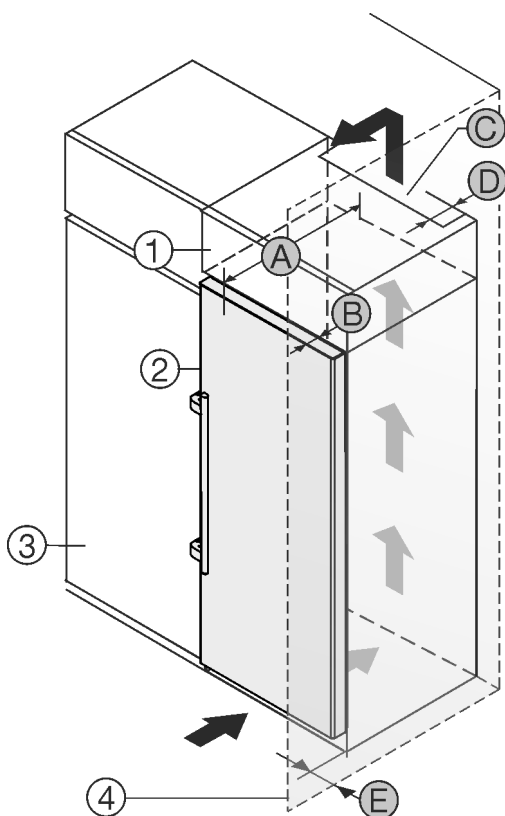

Fig. 2
Можете да поставите уреда непосредствено до кухненския шкаф Fig. 2 (3)*
От задната страна на шкафа-пристройка трябва да има вентилационен отвор с дълбочина Fig. 2 (D) по цялата ширина на шкафа-пристройка.*
Под тавана на помещението трябва да е спазено сечението за вентилация Fig. 2 (C)*
Когато уредът се поставя с пантите до стена Fig. 2 (4), разстоянието между уреда и стената трябва да е поне 57 mm . Това отговаря на разстоянието, с което дръжките стърчат при отворена врата.*
За да можете да отваряте вратата изцяло, уредът трябва да е издаден с дълбочината на вратата Fig. 2 (B) спрямо челото на кухненския шкаф. В зависимост от дълбочината на кухненските шкафове Fig. 2 (3) и използването на детайли за отстояние от стената, уредът може да излезе още по-напред.*